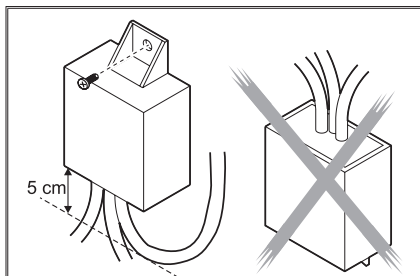

Рис. 13
**ВНИМАНИЕ:** если из-за нехватки места, необходимо осуществить изгиб проводки, то сделайте это таким образом, чтобы она расположилась, по крайней мере, на расстоянии 5 см от устройства, как указано на Рис. 13.